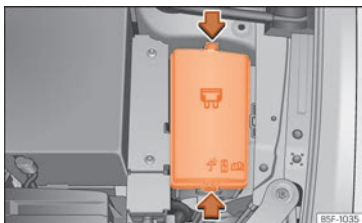

Abb. 104 Im Motorraum: Abdeckung des Sicherungskastens.
- Drücken Sie die Verriegelungslaschen, um die Abdeckung des Sicherungskastens zu entriegeln » **Abb. 104**.